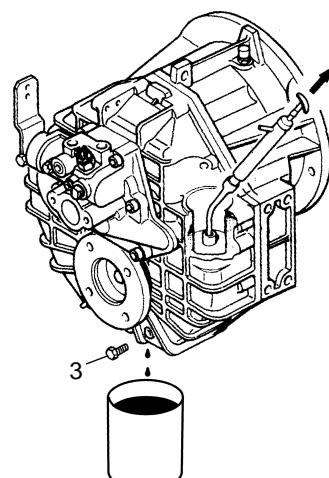

Fig. V-6a
- 2.2.2 **ZF 25 A, ZF 25, ZF 63 IV, ZF 80 A, ZF 80-1A, ZF 80 IV, ZF 80-1IV, ZF 85 A, ZF 85 IV:** Remove the plug (Fig. V-6a, item 3) and let the oil flow from the proper hole.
- 2.2.2 **ZF 25 A, ZF 25, ZF 63 IV, ZF 80 A, ZF 80-1A, ZF 80 IV, ZF 80-1IV, ZF 85 A, ZF 85 IV:** Rimuovere il tappo (fig. V-6a, pos. 3) e fare defluire l'olio dall'apposito foro.
- 2.2.2 **ZF 25 A, ZF 25, ZF 63 IV, ZF 80 A, ZF 80-1A, ZF 80 IV, ZF 80-1IV, ZF 85 A, ZF 85 IV:** Enlever le bouchon (figure V-6a, position 3), et laisser couler l'huile par le même trou.
Quitar la tapa (Fig. V-6a, pos. 3) y dejar fluir el aceite a través del orificio.
- Stikk slang til en vanlig sugepumpe (pos. 1, bilde V-6) gjennom utsugningsrøret (pos. 2, bilde V-6) ned til bunnen av huset, og pump ut oljen.
Skru ut pluggen (Fig. V-6a, pos. 3) og la oljen renne ut av hullet.
Entfernen Sie den Stöpsel (Pos.3, Bild V-6a) und lassen Sie das Öl aus der entsprechenden Öffnung abfließen.